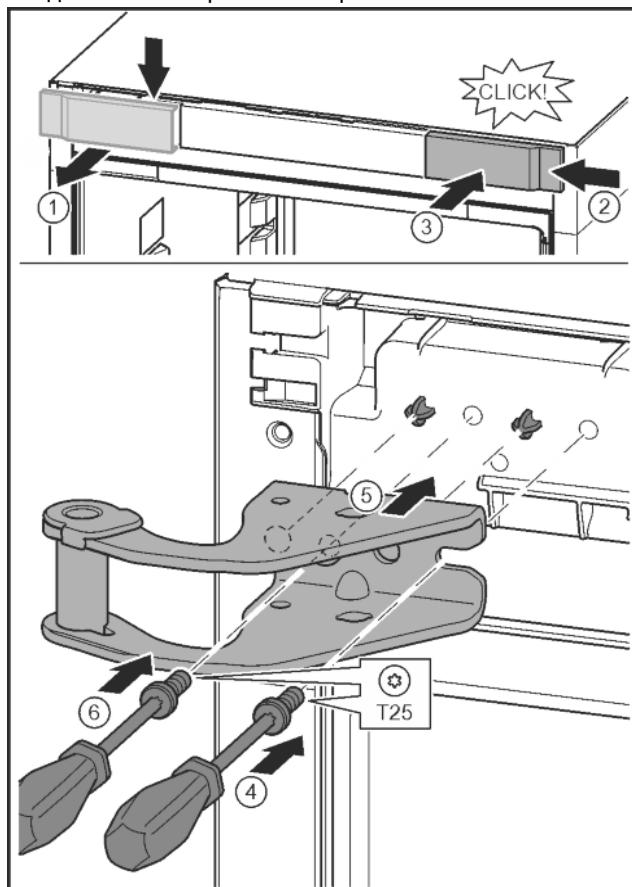

Fig. 13
- Развийте капака и го свалете настрани. Fig. 13 (1)
- Закачете капака, завъртян на 180°, от другата страна отдясно. Fig. 13 (2)
- Фиксирайте капака. Fig. 13 (3)
- С отвертка T25 поставете винта. Fig. 13 (4)
- Поставете горната лагерна стойка. Fig. 13 (5)
- Затегнете винта. Fig. 13 (4)
- С отвертка T25 поставете винта и го затегнете. Fig. 13 (6)